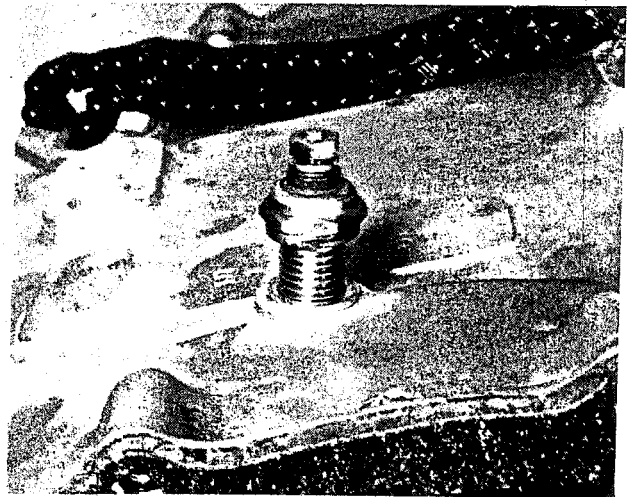

Bild 66
- Den Schalter der Leerlaufanzeige von der Oberseite des Getriebegehäuses ausschrauben (Bild 66).